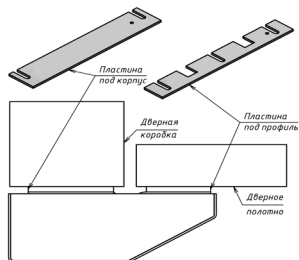

Рисунок 2 – Установка выравнивающих пластин под корпус и якорь
- пластина под профиль (рисунок 2) .....-1 шт.
- пластина под корпус (рисунок 2) .....-1 шт.
- саморез 5,5х32 (1) .....-5 шт.
- винт М6х16 (2) .....-1 шт.
- винт М3х4 (3) .....-4 шт.
- гайка М4 (4) .....-4 шт.
- шайба 4 65Г (5) .....-4 шт.
- шайба 4 (6) .....-4 шт.
- шайба 6 (7) .....-3 шт.
5.4 Закрепить корпус замка на коробке двери саморезами (1). Закрепить Z-профиль на створке двери саморезами (1). Закрепить на Z-профиле якорь с пружиной винтом (2). Для совмещения рабочих поверхностей корпуса и якоря могут быть использованы выравнивающие пластины (рисунок 2). После регулировки правильного положения замка затянуть крепежные саморезы.